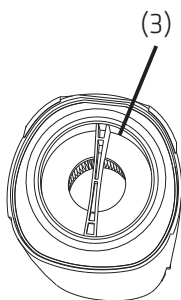
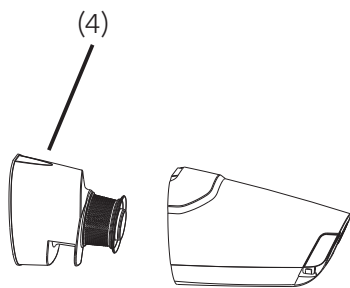
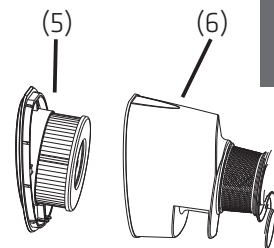

Fig. 6-2a
Fig. 6-2b
Fig. 6-2c
2) Ta tak i filterhåndtaket (3) ta fjern filterstøtten (4) ut av støvkoppen. Tøm deretter støvkoppen og skyll den med vann. Tørk til slutt av vannet som er igjen på støvkoppen. (Se Fig. 6-2a/ Fig. 6-2b/ Fig. 6-2c)
3) Ta tak i filterhåndtaket (3), trekk filteret (5) ut, og rengjør det og skyll det med vann. Tørk til slutt av vannet som er igjen på filteret. Du kan bruke det igjen etter lufttørring.
4) Rengjør filteret (5) med vann når apparatet ikke fungerer effektivt, og la det tørke helt etterpå. (Se Fig. 6-2a/ Fig. 6-2b/ Fig. 6-2c)